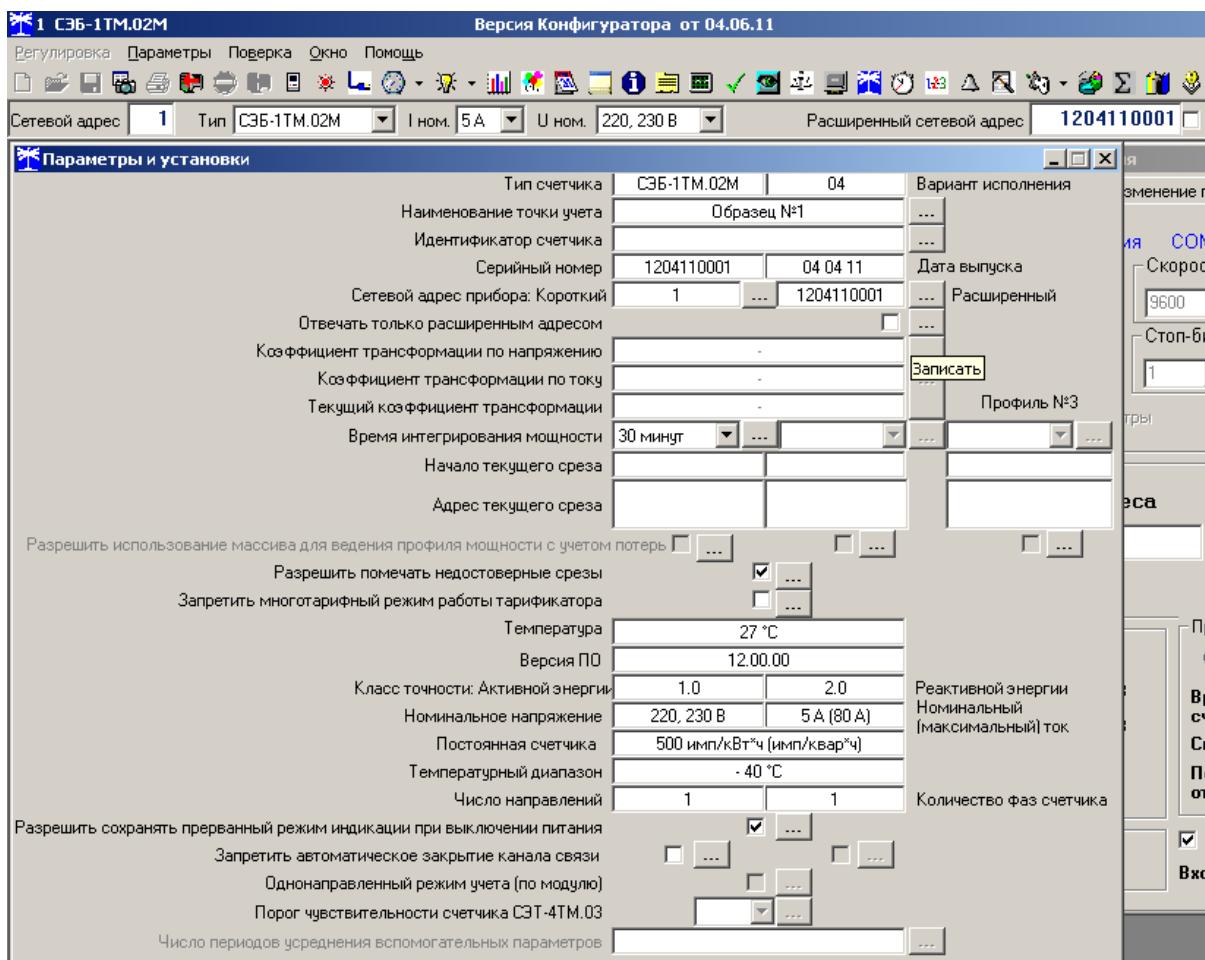

Рисунок 7 – Форма «Параметры и установки»
5.4.8.2 Для изменения адреса, нужно в соответствующее окно «Сетевой адрес» «Короткий», «Расширенный» формы «Параметры и установки» (рисунок 7) вписать требуемое значение и нажать кнопку «Записать», справа от окна. После успешной записи новый адрес автоматически переписывается в соответствующие окна «Сетевой адрес», «Расширенный сетевой адрес» генеральной формы программы для дальнейшей адресной работы со счётчиком.
5.4.8.7 Счётчик в ответ на запрос с коротким адресом отвечает коротким адресом, а на запрос с расширенным адресом, отвечает расширенным адресом. Для настройки конфигуратора на работу с расширенным адресом необходимо установить флаг рядом с окном «Расширенный сетевой адрес» генеральной формы программы (рисунок 7) или снять этот флаг для работы с коротким адресом.
Если счётчик предполагается использовать как одностарифный, то по каждому типу дня каждого сезона следует записать одинаковый номер тарифной зоны (от 1 до 4), по которой будет вестись учет. Если в счётчик уже введено тарифное расписание, а требуется вести учет по одному тарифу, то достаточно установить программируемый флаг «Запретить многотарифный режим работы тарификатора» на форме параметры и установки (рисунок 7), как описано в п. 5.4.7.10.
5.4.14.1 Конфигурирование профиля мощности нагрузки производится посредством формы «Параметры и установки» (рисунок 7). К конфигурируемым параметрам относятся: